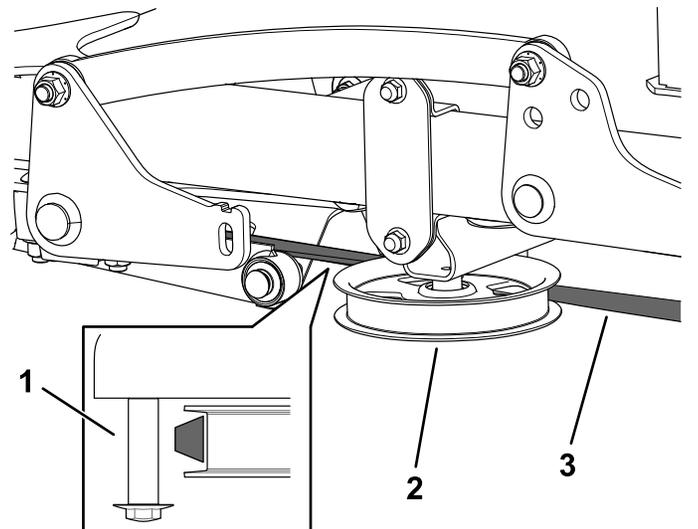

Figure 3
4. Acheminez la courroie vers la poulie de tension (Figure 3).
Important: Vérifiez que le côté large de la courroie touche la poulie comme montré à la Figure 3. Servez-vous du boulon à épaulement comme guide pour la courroie.